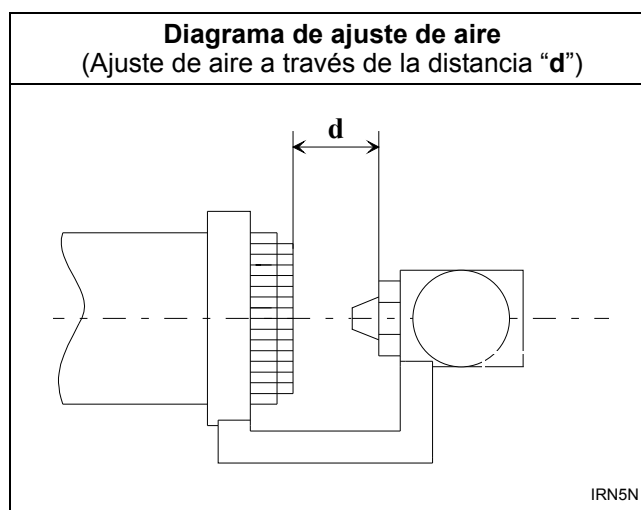

Figura 10
1. Consulte la *Tabla 6*, *Tabla 7* y *Figura 10* para determinar el ajuste y la velocidad de flujo.